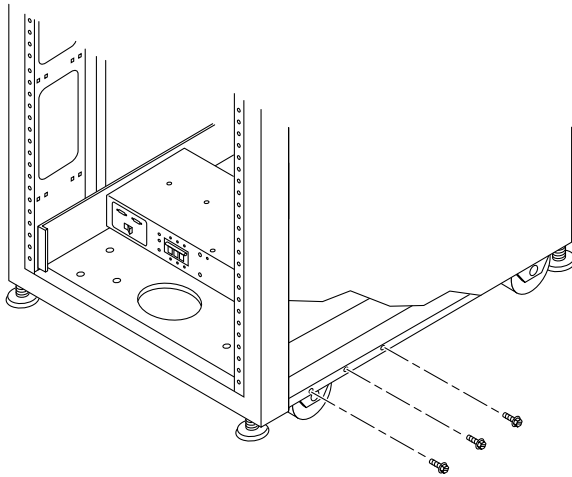

図 3-5 下部右側正面の取り付けネジの取り外し
1. 拡張キャビネット正面下部右側の 3 個の取り付けネジと、背面下部右側の 3 個の取り付けネジを取り外します (図 3-5)。